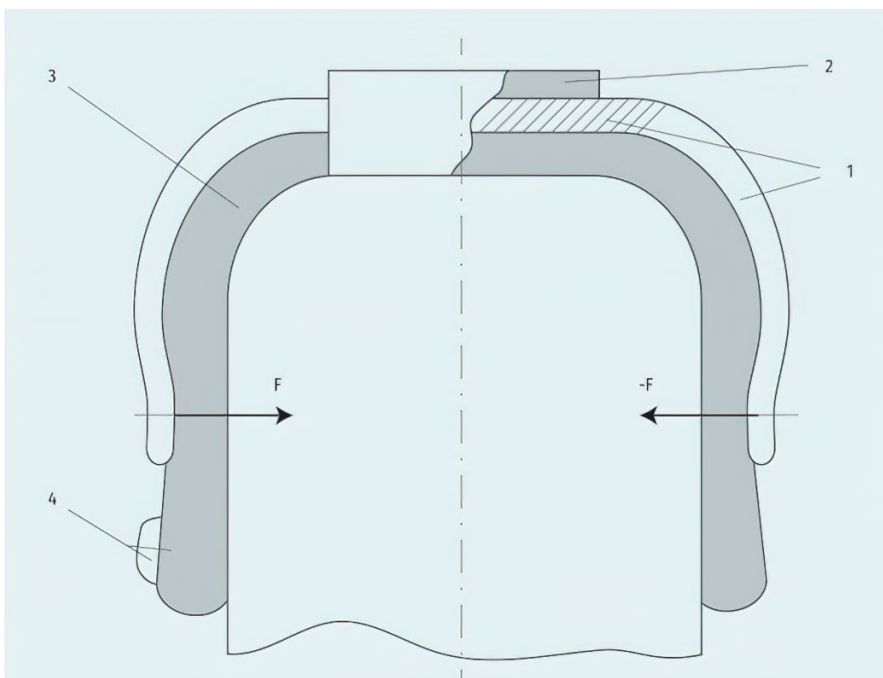

Рис. 2. Ω-образный съемный пружинный фиксатор, вид сбоку:
Деформируемый головной убор 3 (пилотку или берет) складывают вдоль и укладывают поперек плеча под погон 2 куртки или рубашки, с вывешиванием поровну вперед и назад вне погона 2, передней частью со знаком 4 (если он предусмотрен) вперед (на рис. 2 — влево). Сверху, непосредственно на головной убор 3, устанавливают плоский в поперечном сечении Ω-образный (U-образный) пружинный фиксатор. Последний автоматически прижимает головной убор 3 к плечу через ткань куртки или рубашки не только сверху, в дополнение к пристегнутому (на пуговицу 5 или застежку «Велькро») погону 2, но и спереди-сзади от него (2) под действием сил упругости F и $-F$ (см. рис. 2), с приданием головному убору соответственно Ω-образной или U-образной формы.